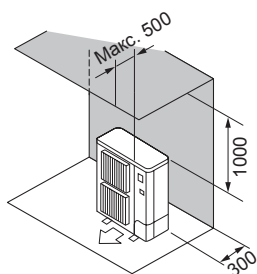

Fig. 2-4
- ② Арт жақтағы және жоғарғы жақтағы кедергілер (Fig. 2-4)